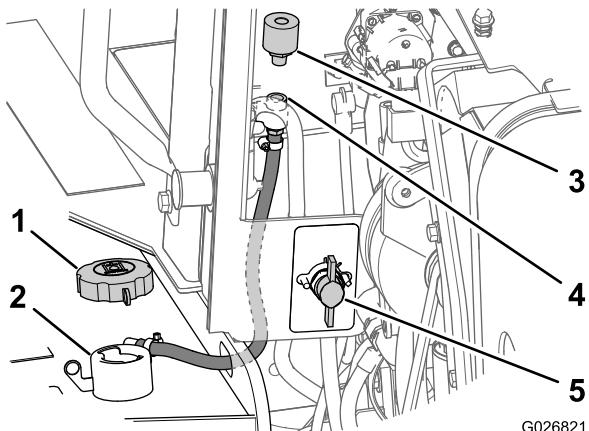

Figura 112
2. Gire o interruptor de desconexão da bateria para a posição Off (Figura 112).
3. Retire a tampa do tubo de enchimento do tubo de enchimento do tanque (Figura 112).
4. Na parte frontal do painel do compartimento do motor, remova o respiro da conexão do tubo girando o respiro no sentido anti-horário (Figura 112).
5. Instale um novo respiro na conexão do tubo, apertando-o manualmente (Figura 112).